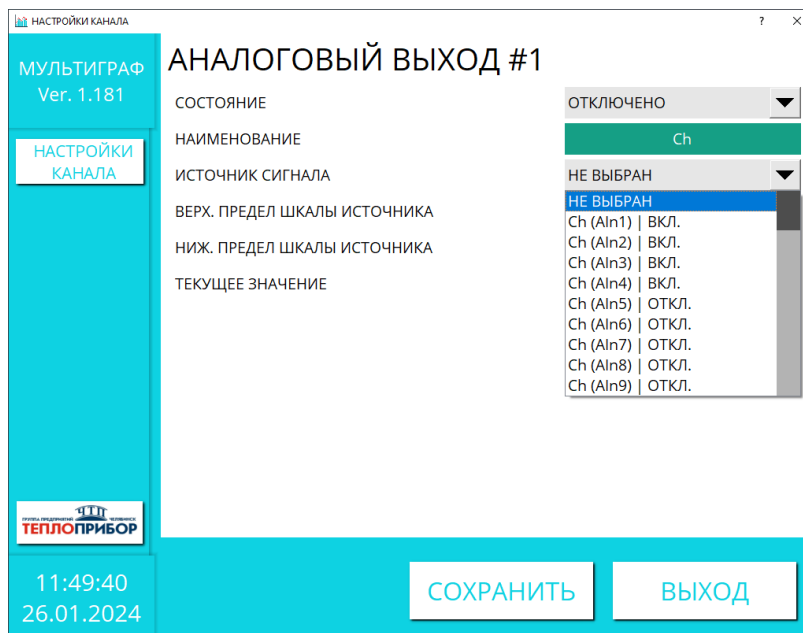

Рисунок 2.30 – Выбор источника сигнала для аналогового выхода
2.3.4.1.3 «ИСТОЧНИК СИГНАЛА» Позволяет выбрать источник – измерительный канал, с которого будет преобразовываться входной сигнал в выходной токовый сигнал 4-20 мА. Выбор представлен из всех подключенных каналов (рис. 2.30).